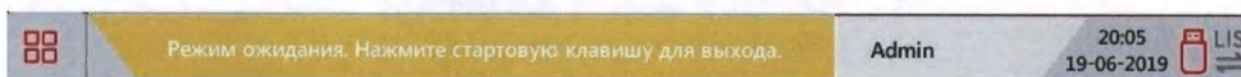

Рис.5.7-2 Режим ожидания
По завершении процесса перехода в нижней части экрана будет отображаться надпись на жёлтом фоне **“Режим ожидания. Нажмите стартовую клавишу для выхода.”** (Рис.5.7-2), и индикатор статуса вокруг нее также станет немигающим желтым.
- После выхода из режима ожидания анализатор возвращается в свой обычный рабочий режим, на что указывает исчезновение сообщения в нижней части экрана о том, что прибор находится в режиме ожидания (Рис.5.7-2), изменившийся цвет индикатора статуса анализатора, а также опущенная пробозаборная игла, готовая к аспирации пробы. В случае бездействия со стороны оператора в течение установленного времени анализатор автоматически вернётся в режим ожидания.